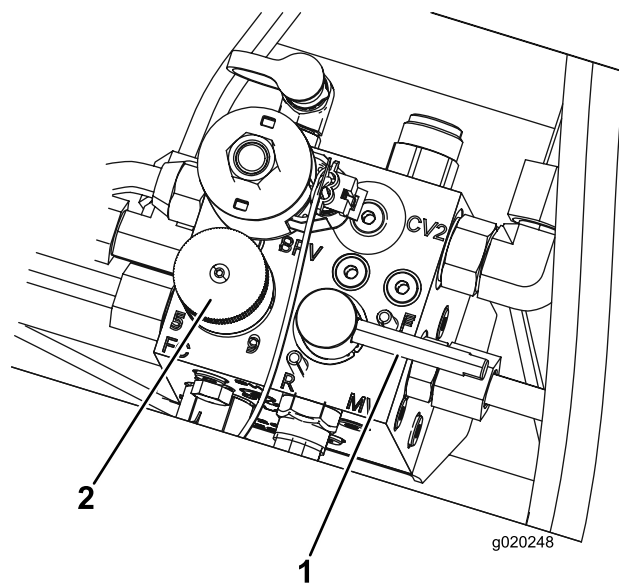

Figura 99
5. Defina o controlo da velocidade dos cilindros para a posição 1 (Figura 99).
6. Mova a alavanca de retificação para a posição R (Figura 99).